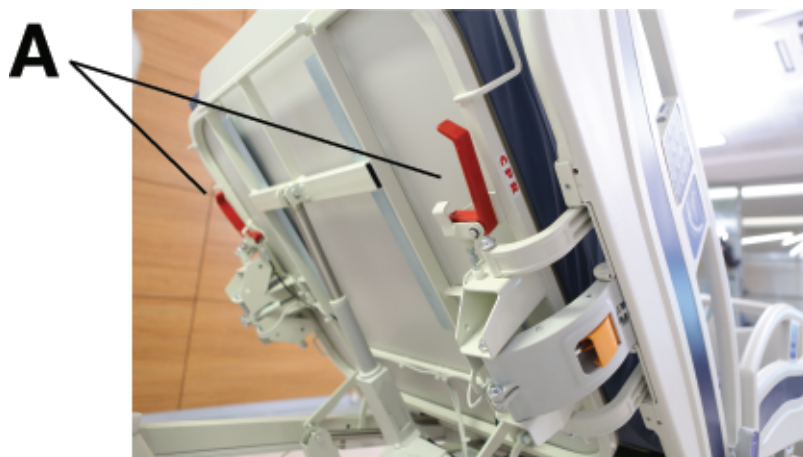

Figura 13 – Alavanca de emergência para reanimação cardiopulmonar
1. Agarre uma das alavancas (A) puxe para fora (Figura 13).